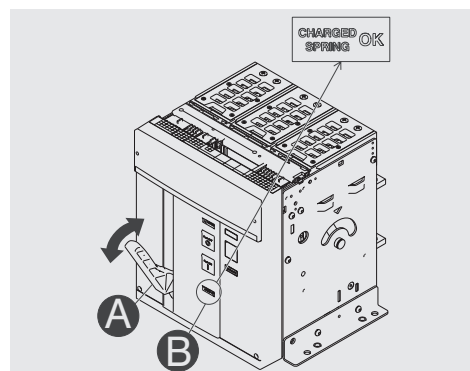

图 23
2. 弹簧储能-上下反复扳动杠杆[A]直到弹簧储能指示器[B]变“yellow - CHARGED SPRING”如图23所示。